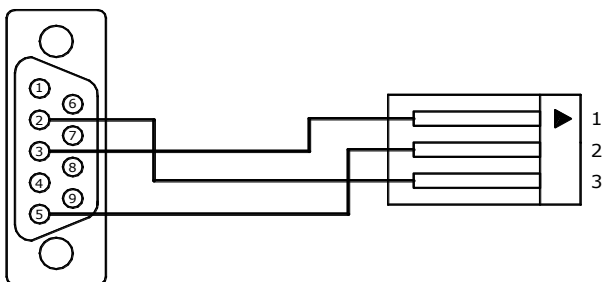

Рис. 7.6
5.6.4 Для прямого соединения «Теплосчетчик – ПК» следует использовать кабель, изображенный на рис. 7.6.